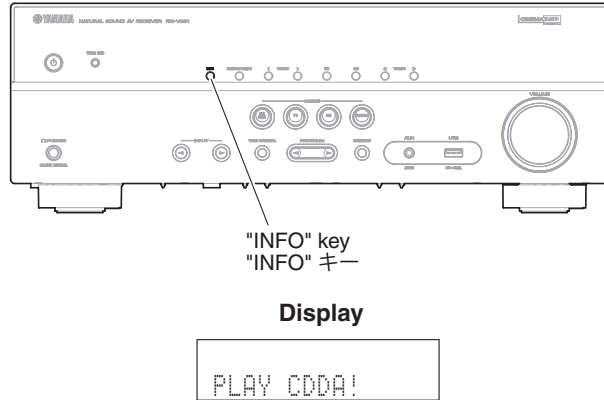

Fig. 2
1. While pressing the "INFO" key, connect the power cable to the AC outlet. (Fig. 2)
The FIRMWARE UPDATE mode is activated and "PLAY CDDA!" is displayed. (Fig. 2)
1. "INFO" キーを押しながら電源コードを AC コンセントに接続します。(Fig. 2)
FIRMWARE UPDATE モードが作動して "PLAY CDDA!" が表示されます。(Fig. 2)